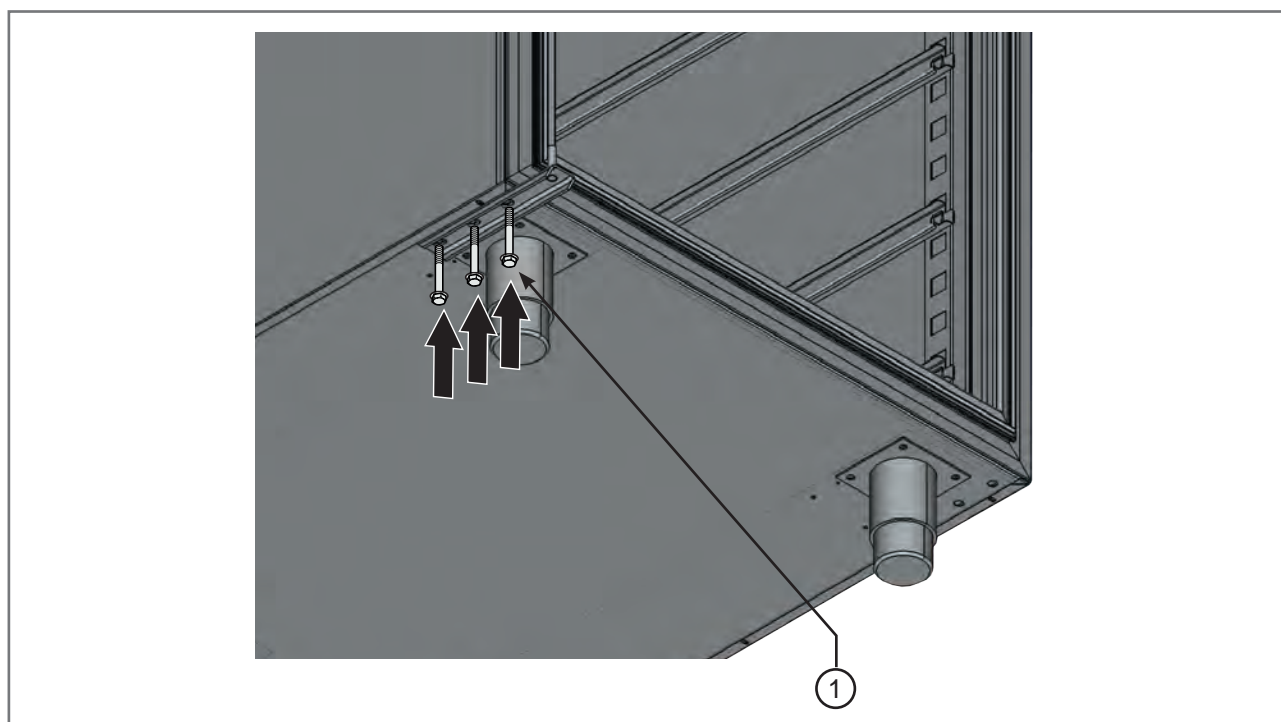

Fig 3.24 - Vis de la charnière inférieure
- Fixer la charnière inférieure à l'aide des 3 vis prévues à cet effet (1 - Fig. 3.24).